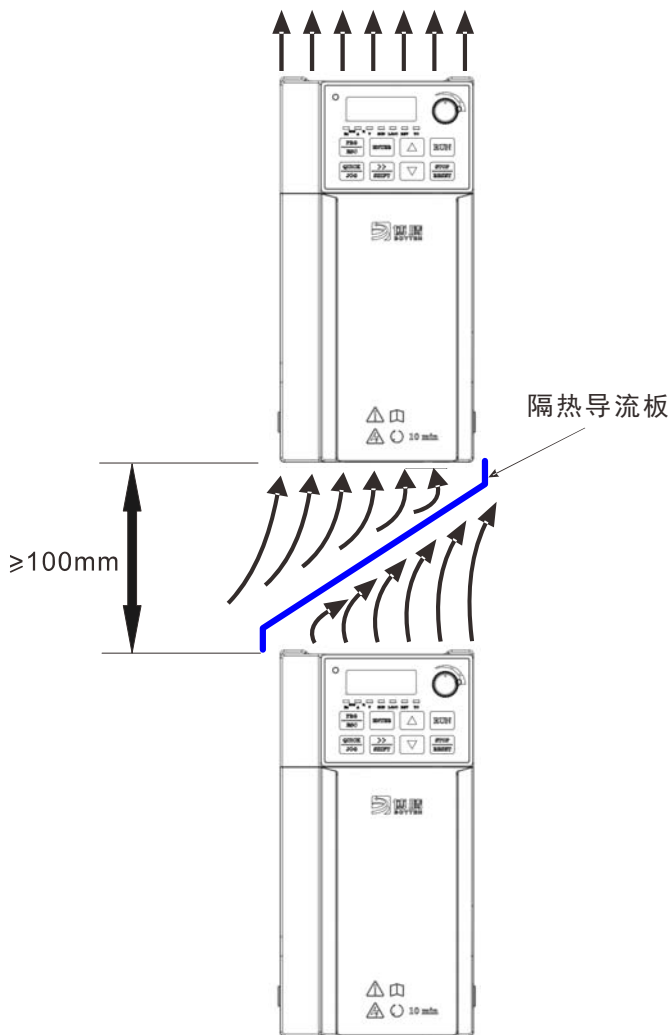

图3-2. A900变频器安装示意图
- 1) 请垂直安装变频器，便于热量向上散发。但不能倒置。若柜内有较多变频器时，最好是并排安装。在需要上下安装の場合，请参考图3-2的示意，安装隔热导流板。